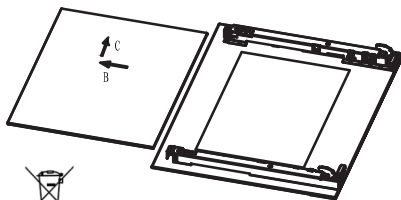

Рис. 4.
4. Выньте среднее стекло. (Рис.4)